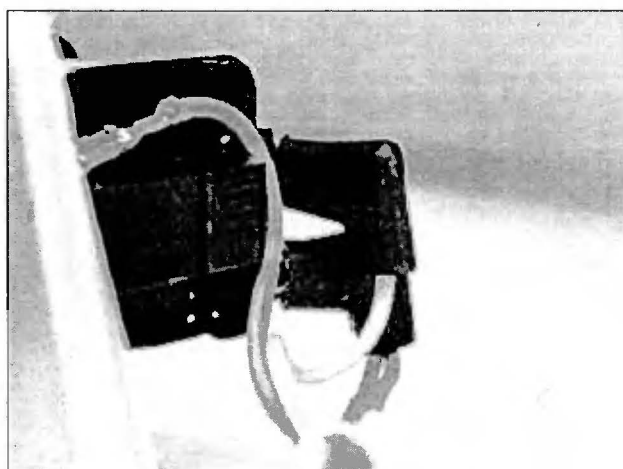

Рис. 8.16
- Заново соединяют верхнюю клемму, как показано на рис. 8.16.